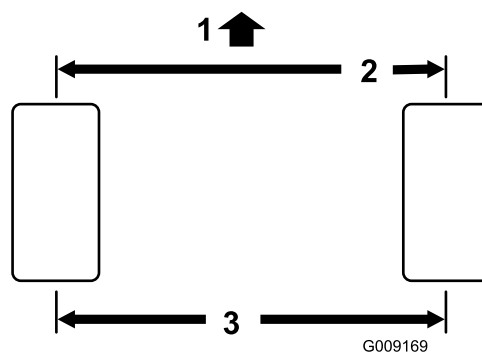

Рисунок 70
2. Измерьте межцентровое расстояние (на высоте моста) на передней и задней сторонах рулевых колес (Рисунок 70).